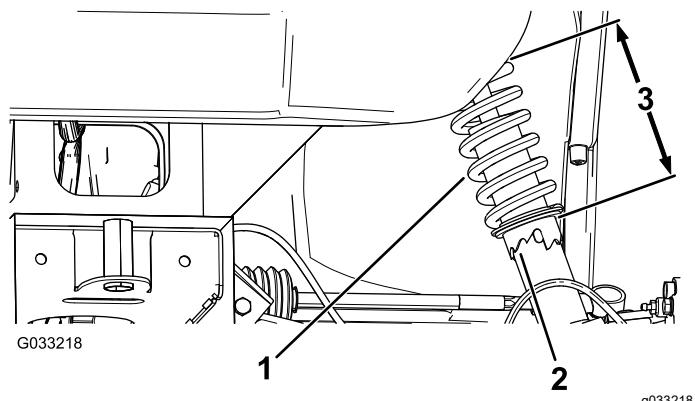

图 52
2. 如果车轮外倾角没有对齐请使用活络扳手将减震器上的锁止环旋转以对齐车轮图52。